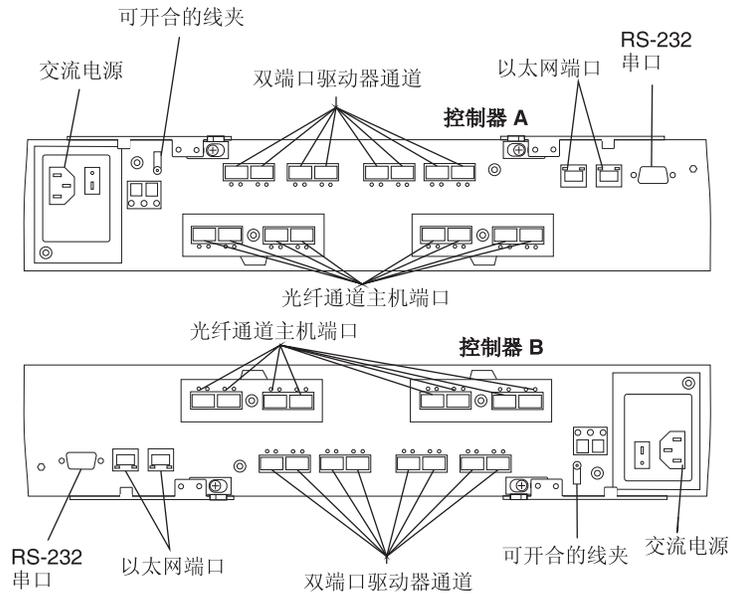
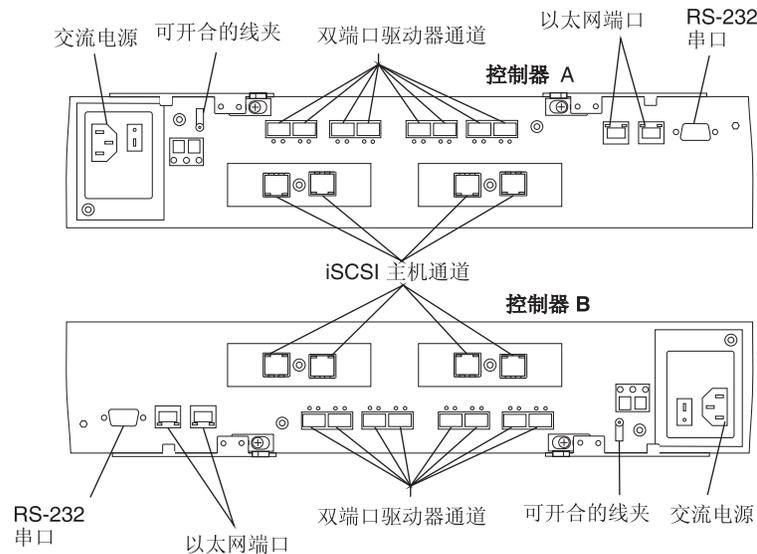

图 99. 带有光纤通道主机连接的 RAID 控制器连接
图 100. 带有 iSCSI 主机连接的 RAID 控制器连接
**注：** 将断路器复位时无需从控制器上卸下接口电缆；但是，最好还是能够卸下电缆，这样会使此过程容易一些。如果选择卸下接口电缆，请确保对每根电缆进行标注，以便将它们正确地重新连接到控制器中。第 149 页的图 99 和 第 149 页的图 100 标识了控制器背面的所有接口。